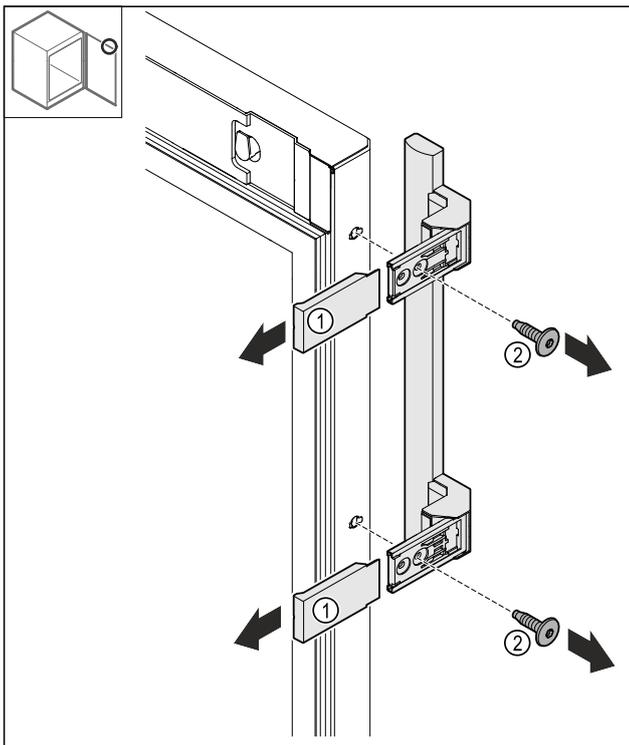

Fig. 25
- Nutraukite dengiamąsias plokšteles Fig. 25 (1).
- Atlaisvinkite varžtus Fig. 25 (2).